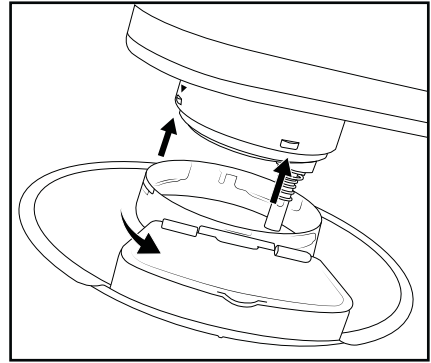

Bild 1
- 1) För upplåsningsspaken ② uppåt och flytta den fällbara armen ① till det övre läget.
- 2) Montera locket ⑨ på den fällbara armen ①:
- Sätt på locket ⑨ så att pilen ▼ på den fällbara armen ① pekar mot mitten av pilen ↔ på locket ⑨ (bild 1). Påfyllningshjälpen ⑧ pekar då mot produktens framsida.
- Vrid locket ⑨ motsols (mot ☹) tills det sitter fast.